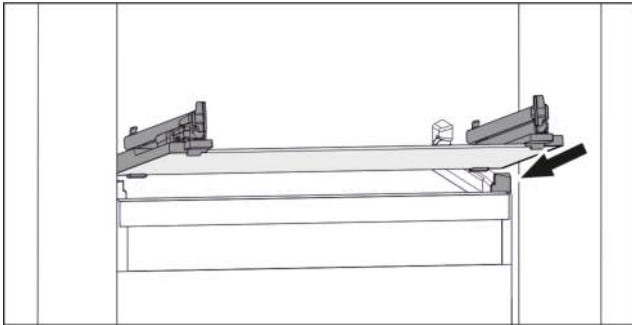

Fig. 154 Beispielhafte Darstellung der Glasplatte
- Glasplatte schräg hinter den Stopperrahmen aufsetzen. (siehe Fig. 154)